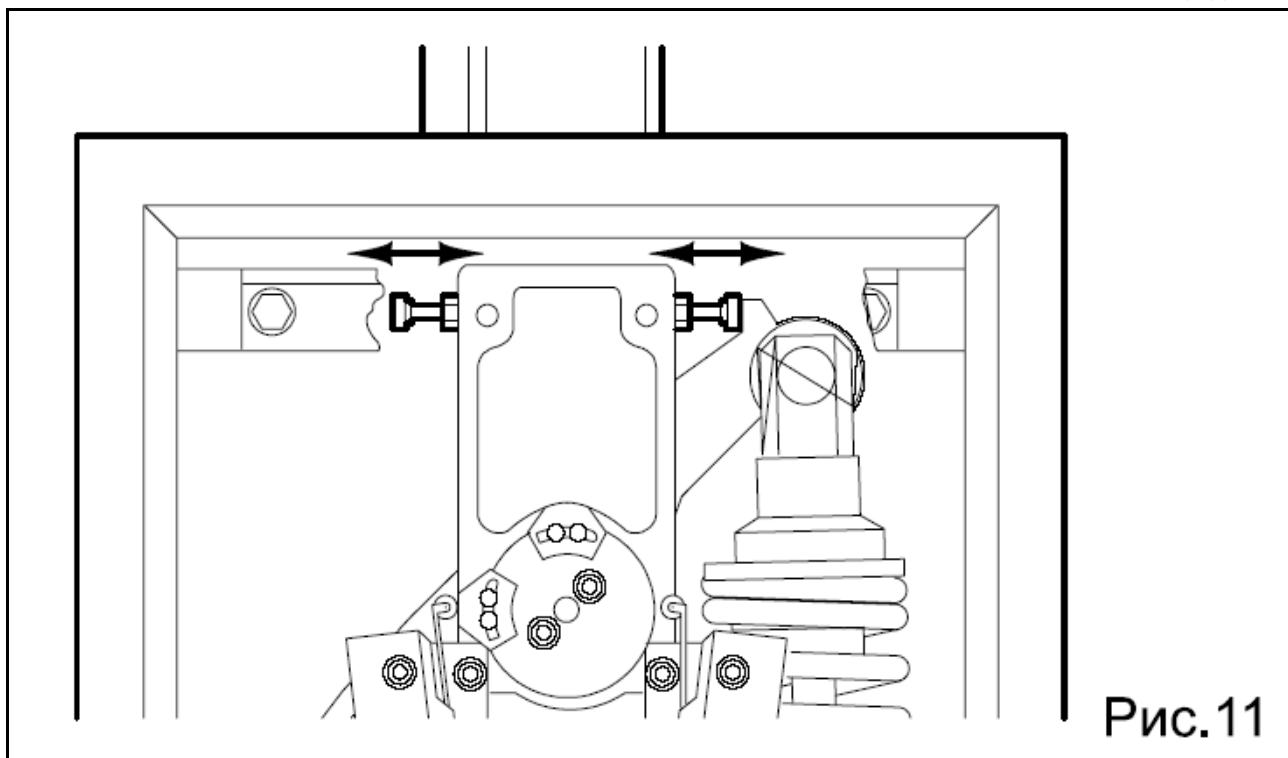

Рис.11
- Настройте механические упоры для открытого и закрытого положения, как показано на рис.11. Проверьте балансировку стрелы, как описано в нижеприведенном параграфе.